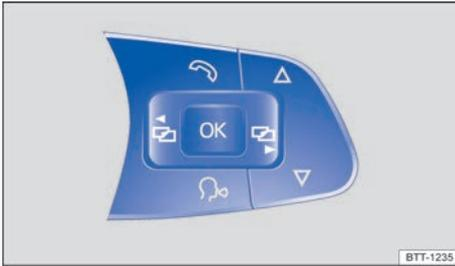

Fig. 13 Vehículos con volante multifunción: teclas para utilizar los menús del cuadro de instrumentos.
- Si se muestra un mensaje o el pictograma de un vehículo, pulse la tecla → fig. 12 (A) de la palanca del limpiaparabrisas o la tecla (OK) del volante multifunción → fig. 13.
- Si el manejo se realiza con el volante multifunción, no se visualizará el menú principal. Para cambiar de una opción a otra del menú principal, pulse la tecla (←) o (→) varias veces → fig. 13.
- Para abrir la opción de submenú, pulse la tecla (A) de la palanca del limpiaparabrisas o la tecla (OK) del volante multifunción → fig. 13.